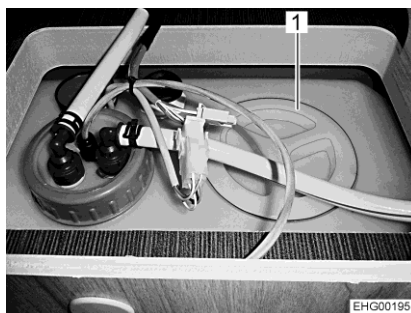

Fig. 175 Apertura per la pulizia (serbatoio dell'acqua)
- Staccare il coperchio (Fig. 175,1) del serbatoio dell'acqua.